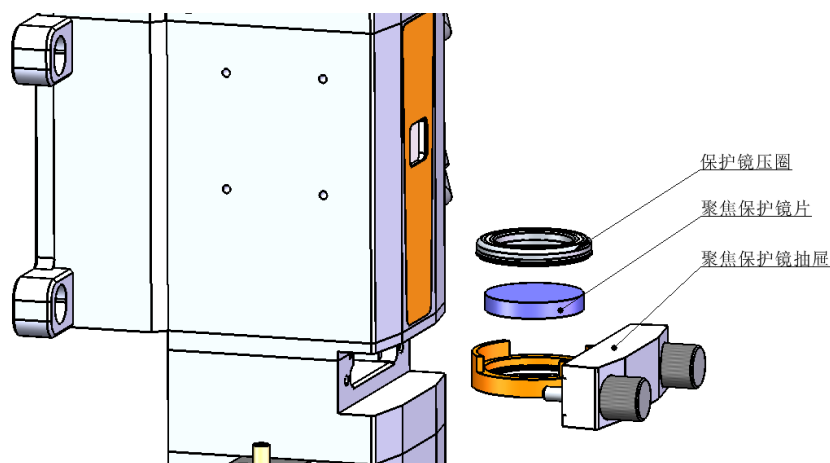

图 14 A230E 切割头切割保护镜片示意图
- (1) 如图14，拧松两颗锁紧螺，捏住抽屉式镜座两边拉出保护镜座；
- (2) 取下保护镜压圈，戴好指套取出镜片；
- (3) 清洁镜片、镜座和密封圈，如弹簧密封圈已损坏需换一个的；
- (4) 将擦拭干净的新镜片（不分正反面）安装到抽屉式镜座里；
- (5) 装回保护镜压圈；
- (6) 将保护镜座重新插回激光加工头，拧紧锁紧螺钉。